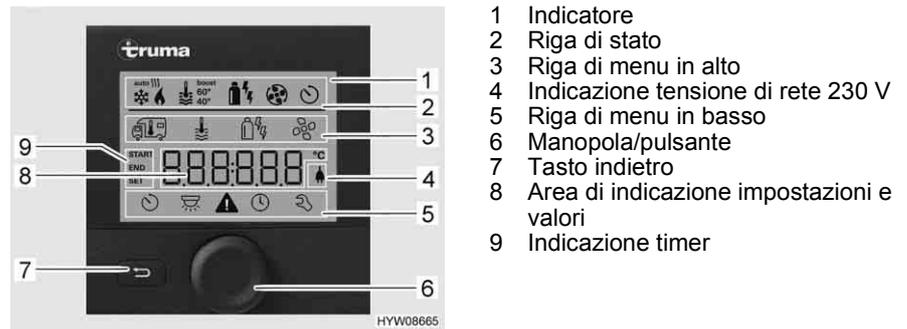
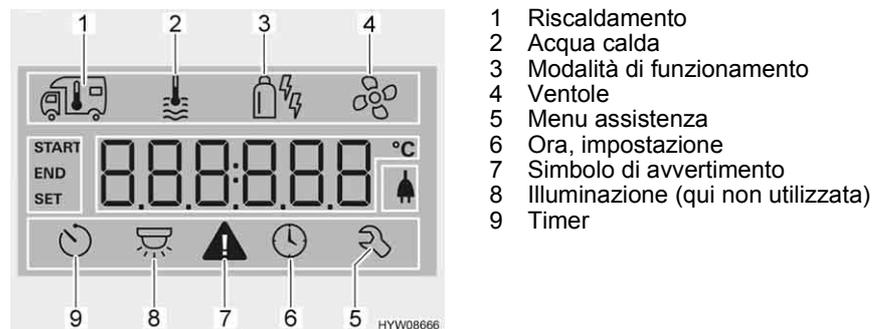

Fig. 116 Centralina di controllo con indicazioni
Fig. 117 Display (centralina di controllo)
- Riga di stato (Fig. 116,2)
- Riga di menu in alto (Fig. 116,3)
- Area di indicazione (Fig. 116,8)
- Riga di menu in basso (Fig. 116,5)
- Premere la manopola/il pulsante (Fig. 116,6) per circa 3 secondi. Vengono visualizzate entrambe le righe di menu (Fig. 116,3 e Fig. 116,5). Il primo simbolo lampeggia.
- Ruotare la manopola/il pulsante (Fig. 116,6), finché viene visualizzato il simbolo del menu desiderato.
- Premere la manopola/il pulsante per memorizzare il valore impostato. Se il valore impostato originariamente non deve essere modificato: Premere il tasto indietro (Fig. 116,7).
- Ruotare la manopola/il pulsante (Fig. 116,6), finché il simbolo del menu del riscaldamento (Fig. 117,1) lampeggia.
- Premere la manopola/il pulsante per memorizzare il valore impostato. Il simbolo nella riga di stato lampeggia (Fig. 116,2), finché viene raggiunta la temperatura impostata. Se il valore impostato originariamente non deve essere modificato: Premere il tasto indietro (Fig. 116,7).
- Ruotare la manopola/il pulsante (Fig. 116,6), finché il simbolo del menu relativo all'acqua calda (Fig. 117,2) lampeggia.
- Premere la manopola/il pulsante per memorizzare il valore impostato. Il simbolo nella riga di stato lampeggia (Fig. 116,2), finché viene raggiunta la temperatura dell'acqua impostata. Se il valore impostato originariamente non deve essere modificato: Premere il tasto indietro (Fig. 116,7).
- Ruotare la manopola/il pulsante (Fig. 116,6), finché il simbolo del menu relativo alla modalità di funzionamento (Fig. 117,3) lampeggia.
- Premere la manopola/il pulsante per memorizzare la modalità di funzionamento impostata. Se il valore impostato originariamente non deve essere modificato: Premere il tasto indietro (Fig. 116,7).
- Ruotare la manopola/il pulsante (Fig. 116,6), finché il simbolo del menu delle ventole (Fig. 117,4) lampeggia.
- Ruotare la manopola/il pulsante (Fig. 116,6), finché il simbolo del menu del timer (Fig. 117,9) lampeggia.
- Premere la manopola/il pulsante. Il timer è attivato. Il simbolo del timer (Fig. 117,9) lampeggia quando il timer è programmato e attivo.
In caso di avviso, il relativo simbolo lampeggia (Fig. 117,7). Il riscaldamento rimane in funzione. Se si tratta solo di un guasto temporaneo, il simbolo di avvertimento si spegne autonomamente.